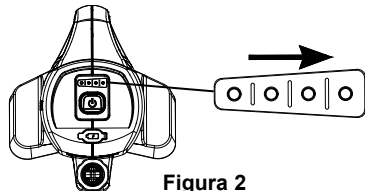

Figura 2
2. Durante la carga, el indicador luminoso de la batería parpadeará y se iluminará en función de la carga restante de la misma. Cuatro luces indican carga completa; tres luces indican carga buena; 2 luces indican carga baja y una luz intermitente indica que la batería debe recargarse. Véase Figura 2.